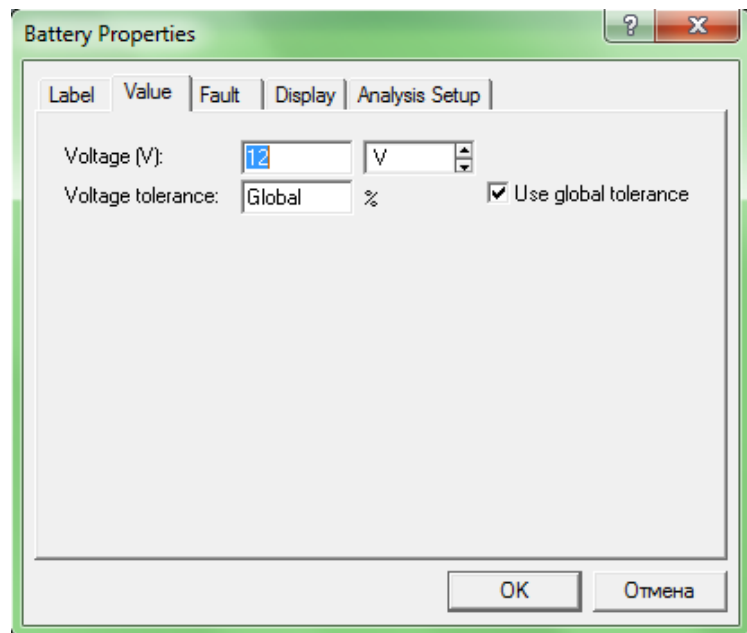

Рисунок 5 – Окно настройки параметров
5. Для изменения параметров необходимо щелкнуть два раза на элемент. Появится окно настройки, в котором можно изменить необходимые параметры устройства (рисунок 5).